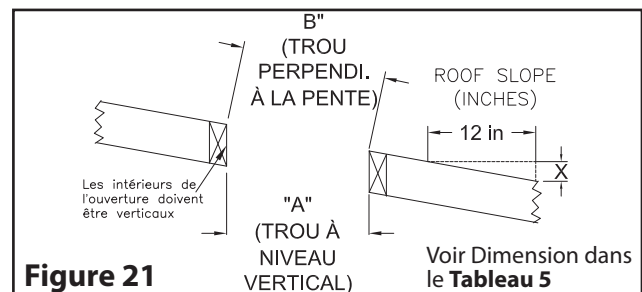

Figure 21
Étape 1: Localiser la cheminée dans un endroit pratique aussi proche que possible de la sortie de l'appareil. Découpez et encadrez une ouverture dans le toit (**voir Tableau 5**). Les côtés de cette ouverture doivent être verticaux (**voir Figure 21**).
La longueur maximale d'une cheminée déviée non supportée est de 6 pi. Si la déviation de la cheminée est plus longue que 6 pi, elle doit alors être supportée aux intervalles de 6 pi à l'aide d'un support, soit d'un Support de Toit (URS) ou d'un Bride Mural Universel (UWB). Reportez-vous à la **Figure 21** pour visualiser.